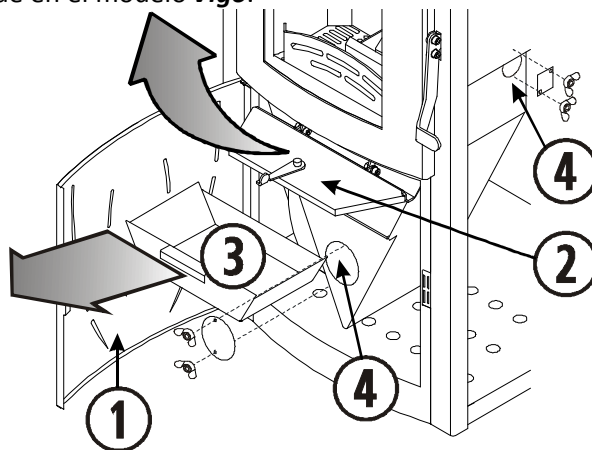

Figura 16
En el caso del registro indicado en la *figura 16* como ④, debemos tener en cuenta que hay uno en cada lateral de la estufa, además del central que se encuentra debajo del cajón cenicero.